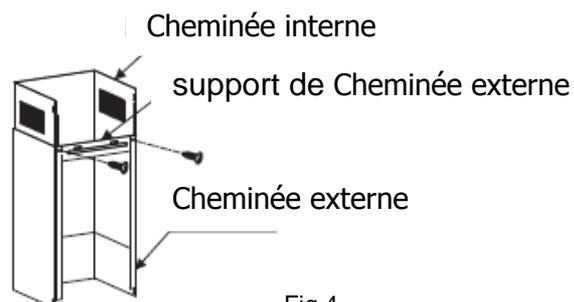

Fig.4
6. Fixez le support sur la cheminée extérieure et assurez-vous que la cheminée intérieure puisse être ajustée en hauteur. Voir fig. 4.